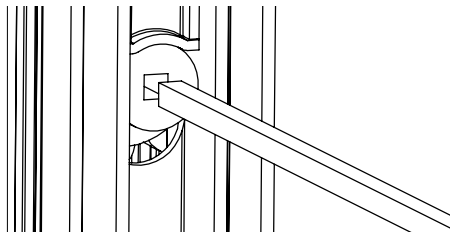

Fig. 5
18. Inserte la varilla cuadrada en el peldaño inferior del riel de la base y en el orificio cuadrado del lado adjunto del nivelador. (Fig. 5) La varilla cuadrada debe estar en el centro del peldaño para girar correctamente.